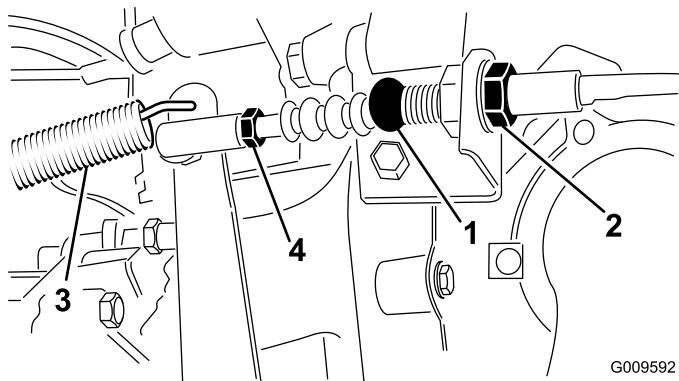

Figura 60
1. Afloje las contratuercas que fijan el cable del embrague al soporte de la carcasa (Figura 60).